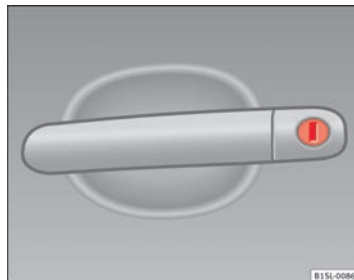

Fig. 127 Dørhåndtag på førerdøren med låsecylinder
- Stik nøglekammen ind i låsecylinderen, og lås bilen op eller lås den ⇒ Fig. 127. ■